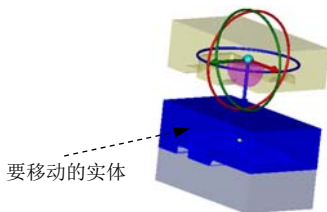
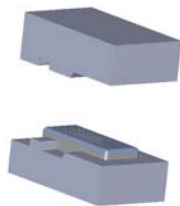

图 10.5.18 要移动的实体
图 10.5.19 移动型腔
Step1. 移动型腔。选择下拉菜单 **插入(I)** → **特征(F)** →  **移动/复制(Y)...** 命令, 系统弹出“移动/复制实体”对话框; 选取图 10.5.18 所示的型腔作为移动的实体; 在 **平移** 区域的 **ΔZ** 文本框中输入数值-100.0; 单击“移动/复制实体”对话框中的  按钮, 完成图 10.5.19 所示的型腔的移动。